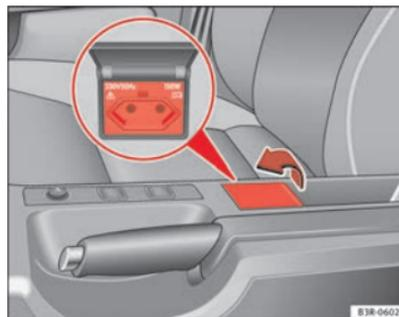

Fig. 126 Centro da consola central: tomada de corrente de 230 Volts.
- Levantar a tampa para abrir ⇒ página 156, fig. 126.